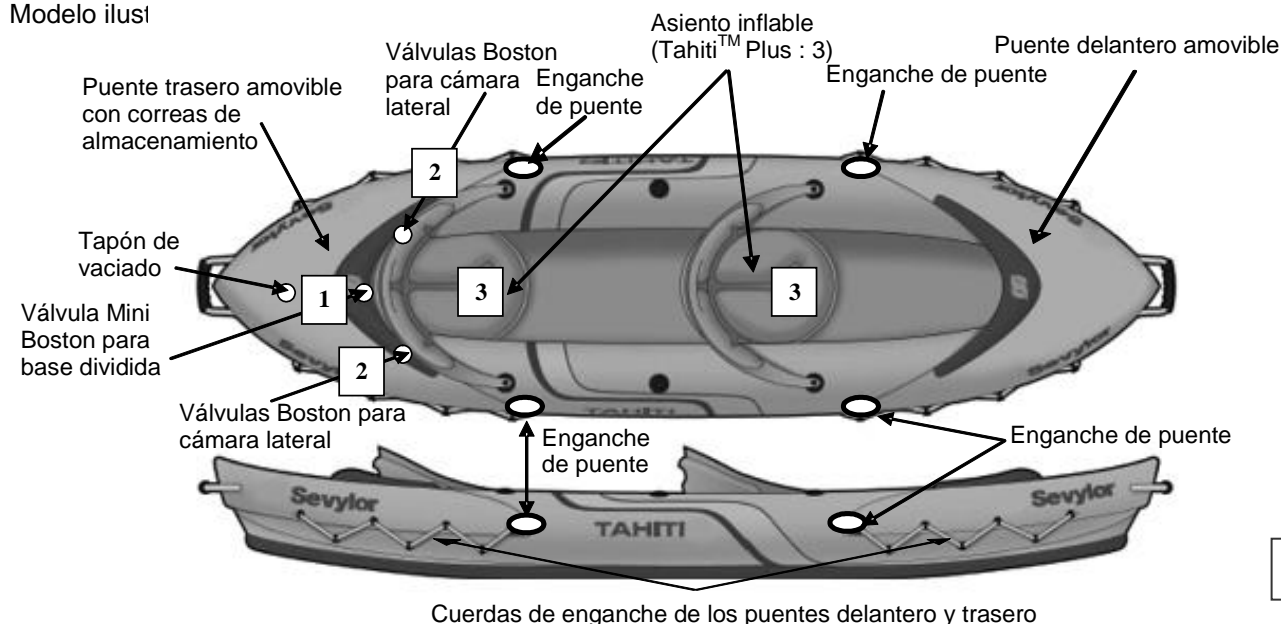

Figura 1
- a) Válvula(s) Boston (ver ilustración): para hinchar, quite el tapón de la válvula (1) ; enrosque el cuerpo de la válvula (2) en la base de la válvula (3), sobre el flotador ; verifique que el tapón sigue siendo accesible. Inserte la extremidad del tubo del hinchador en la válvula. Hinche el flotador hasta la presión requerida (ver punto 3). Al terminar el inflado, cierre la(s) válvula(s) con el tapón. **NOTA:** es normal comprobar un ligero escape de aire antes de apretar el tapón de una válvula. **Únicamente los tapones aseguran la ESTANQUEIDAD FINAL.**
- b) Válvula(s) mini double-lock™ / Válvula(s) double-lock™: ver dibujo en página 3. Abrir la válvula (A). Para comenzar, tirar del tapón externo hasta abrirlo (B). Introducir la boquilla del aparato inflador en la válvula abierta y poner en marcha el inflador (C). Para cerrar la válvula: empujar con el aparato inflador hasta que el tapón se hunda hacia dentro, cerrando herméticamente el tapón interno (D). Retirar el aparato y cerrar el tapón externo. La válvula deberá aparecer hundida hacia dentro sobre sí misma.
3. Hinche el producto siguiendo el orden de hinchado indicado en la placa de identidad imprimida sobre el producto (referirse también la figura 1, numeración de las válvulas).